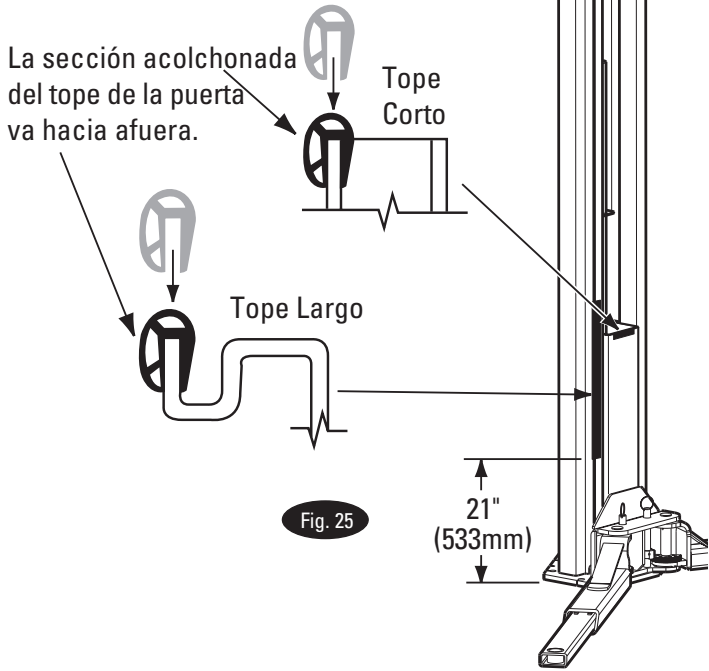

Fig. 25
- A) Presione el tope largo sobre la orilla de la columna, Fig. 25.
- B) Presione el tope corto sobre la orilla superior del tubo del carril, Fig. 25.